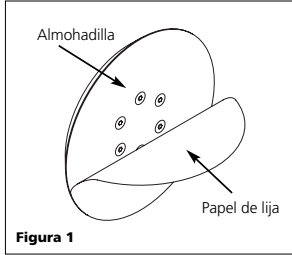

Figura 1
4. Deje de oprimir el gatillo y conecte la herramienta neumática a la fuente de suministro de aire. Cúbrale el orificio de salida con una toalla (Vea la Figura 1). Deje que la herramienta neumática funcione de 7 a 10 segundos. Al aplicarle presión de aire la herramienta expulsará aceite por el orificio de salida. Deje que la herramienta funcione hasta que no expulse más aceite. Limpie todos los residuos de aceite antes de comenzar a trabajar.